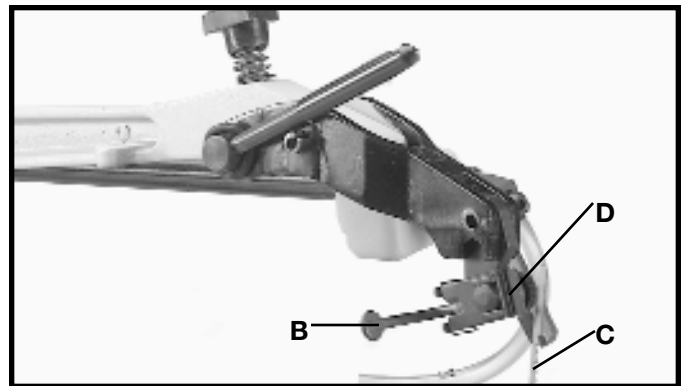

Fig. 4
3. Empuje fig. 4 de la palanca de fijación de la tirada (B) a la parte posterior según lo demostrado. Esto lanzará la lámina (C) del montaje superior de la tirada (D).